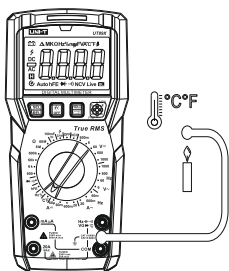

Рис.10
9.8 Измерение температуры (Рис. 10) (только UT89X)